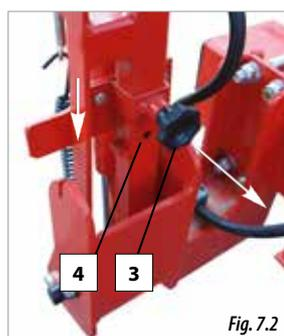

Fig. 7.2
- B. Tirar del pomo (3, Fig. 7.2) y desplazar la pieza de fijación hacia abajo hasta encajar en la posición de transporte (4, Fig. 7.2).
- B. Tirar del pomo (3, Fig. 7.2) y desplazar la pieza de fijación hacia arriba hasta encajar en la posición de trabajo (4, Fig. 7.2).